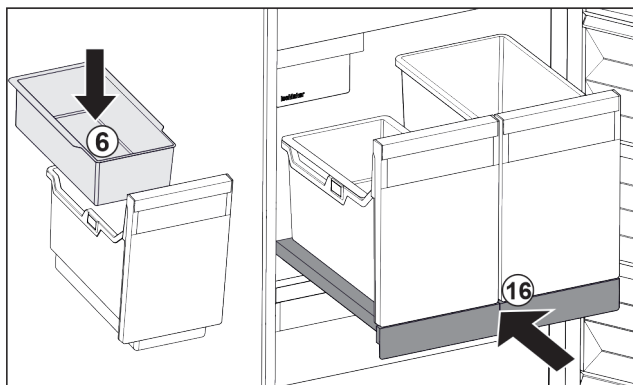

Fig. 107
- Installer le balconnet Fig. 107 (6) pour glaçons.
- Rentrer le compartiment coulissant avec le bac (IceTower). Fig. 107 (16)